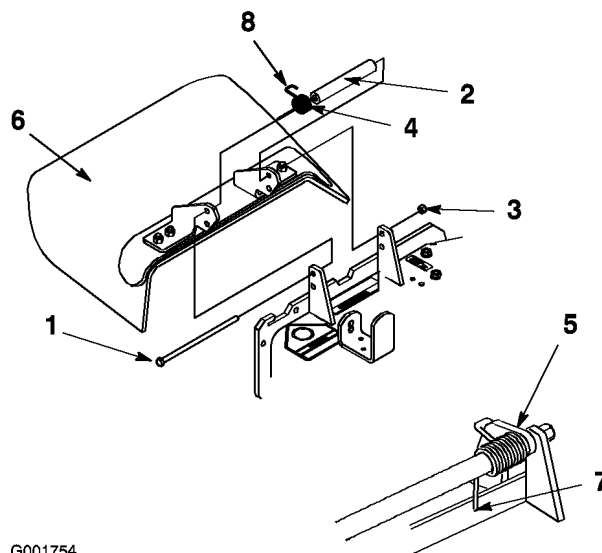

Figura 69
1. Retire la contratuerca, el perno, el muelle y el espaciador que sujetan el deflector a los soportes de pivote (Figura 69).
4. Coloque el extremo en J del muelle alrededor del deflector de hierba (Figura 69).